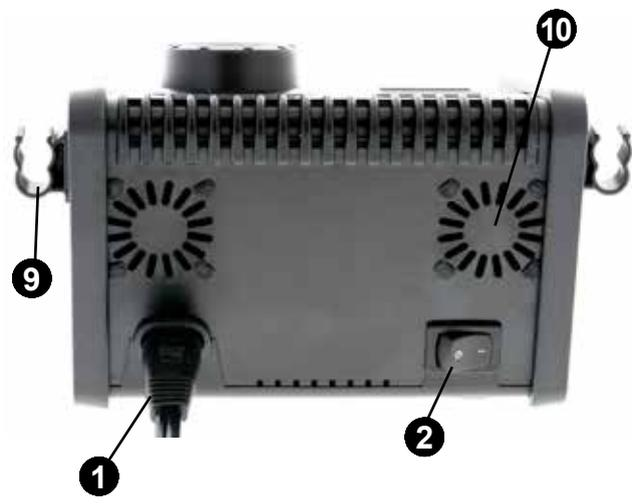

Fig. 1
Conecte el cable de alimentación a la entrada **1**. Enchufe un extremo del cable de la pluma en el Conector para Pluma **3**. Enchufe el otro extremo en la parte posterior de la pluma. Asegúrese de que los conectores estén completamente calzados (Fig. 1). Encienda el interruptor de alimentación principal **2** luego ajuste el calor con la perilla de ajuste **6** en el panel frontal ("01" el más frío, "99" el más caliente). Presione el Botón de Encendido **8** de la Pluma para comenzar a calentar la punta. Ajuste el calor **6** según desee. Presione el Botón de Encendido de la Pluma **8** de nuevo para detener la alimentación a la punta. La mayoría de las puntas tardan solo unos segundos en calentarse y un poco más en enfriarse.
- 3 Conector de Pluma:** Conecte un extremo del cable de la pluma de manera firme y completa en este conector. (Fig. 1)